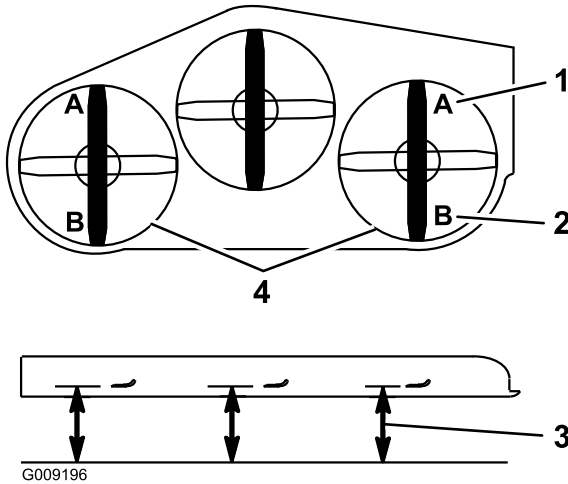

Figura 107
9. Su ambo i lati del piatto di taglio, misurate dalla superficie piana all'estremità anteriore della lama (posizione A), come illustrato nella Figura 107.
15. Su ambo i lati del piatto di taglio, misurate dalla superficie piana all'estremità posteriore della lama (posizione B), come illustrato nella Figura 107.